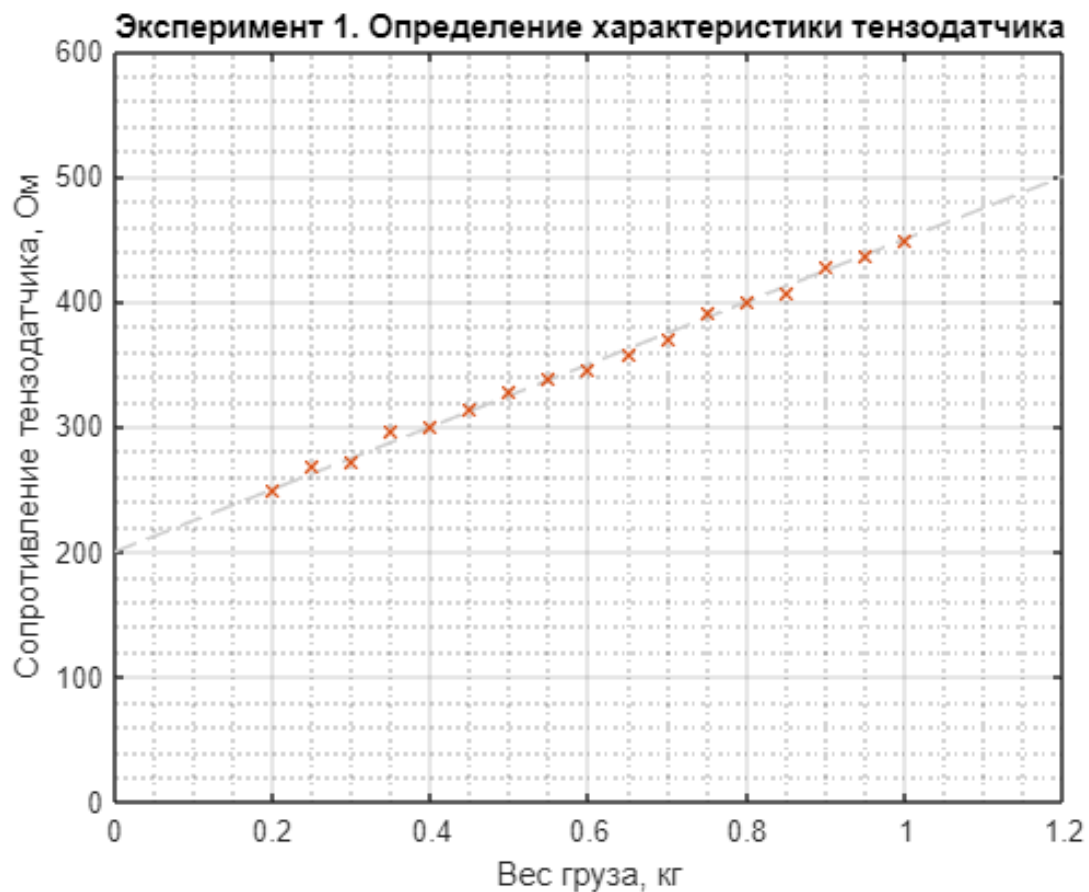

Рисунок 2. Определение характеристики тензодатчика.
8. Вася хочет сделать электронные весы для автоматизированного контроля расхода материала. В основе принципа работы весов лежит использование резистивного тензодатчика, который изменяет свое сопротивление в зависимости от приложенного к нему усилия. Изобретатель нашел у папы в гараже один такой датчик, но на нем не оказалось маркировки, и Вася не знает характеристик найденного датчика. Однако ему известно, что такие датчики имеют линейные характеристики, т.е. зависимость сопротивления от веса можно описать прямой линией. Для определения характеристик он собрал платформу с тензодатчиком и стал устанавливать на нее ведро с водой, измеряя мультиметром сопротивление датчика для разного количества воды в ведре. Полученные точки данных он построил на графике, чтобы получить коэффициенты для пересчета сопротивления в вес измеряемого объекта в программе для микроконтроллера (Рисунок 2).